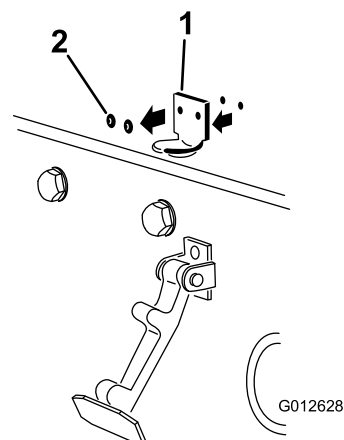

Figure 34
2. Retirez les 2 rivets qui fixent le support du loquet au capot (Figure 34).
**Remarque:** Le support de loquet doit être appuyé contre le capot (Figure 34).